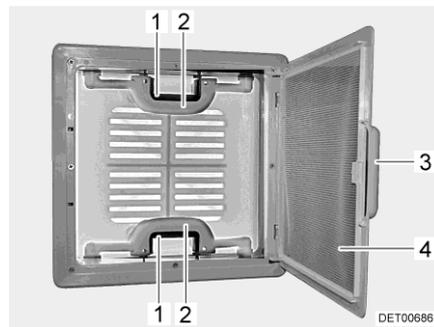

Fig. 48 Oblò a scatto
- Tirare la maniglia (Fig. 48,3).
- Ribaltare la protezione contro gli insetti (Fig. 48,4) verso il basso.
- Premere la chiusura a scatto (Fig. 48,1) verso l'interno dell'oblò. Premere contemporaneamente verso l'alto l'oblò con la maniglia (Fig. 48,2).
- Spingere la protezione contro gli insetti (Fig. 48,4) verso l'alto finché non si innesta.
- Tirare con forza verso il basso le due maniglie (Fig. 48,2) dell'oblò, fino a quando non scattano entrambe le chiusure (Fig. 48,1).